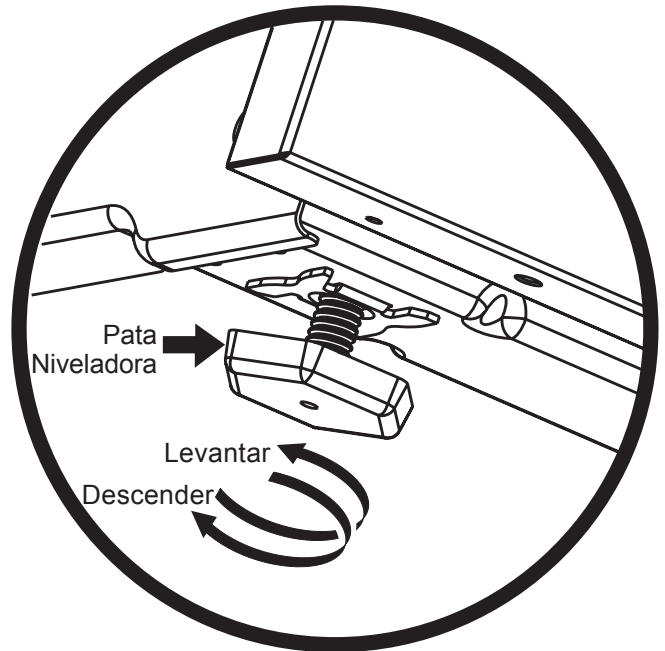

Figura 7: Ajuste de la altura del electrodoméstico
3. Nivele la cocina, si es necesario, ajustando los 4 niveladores de las patas con una llave (Figura 7).